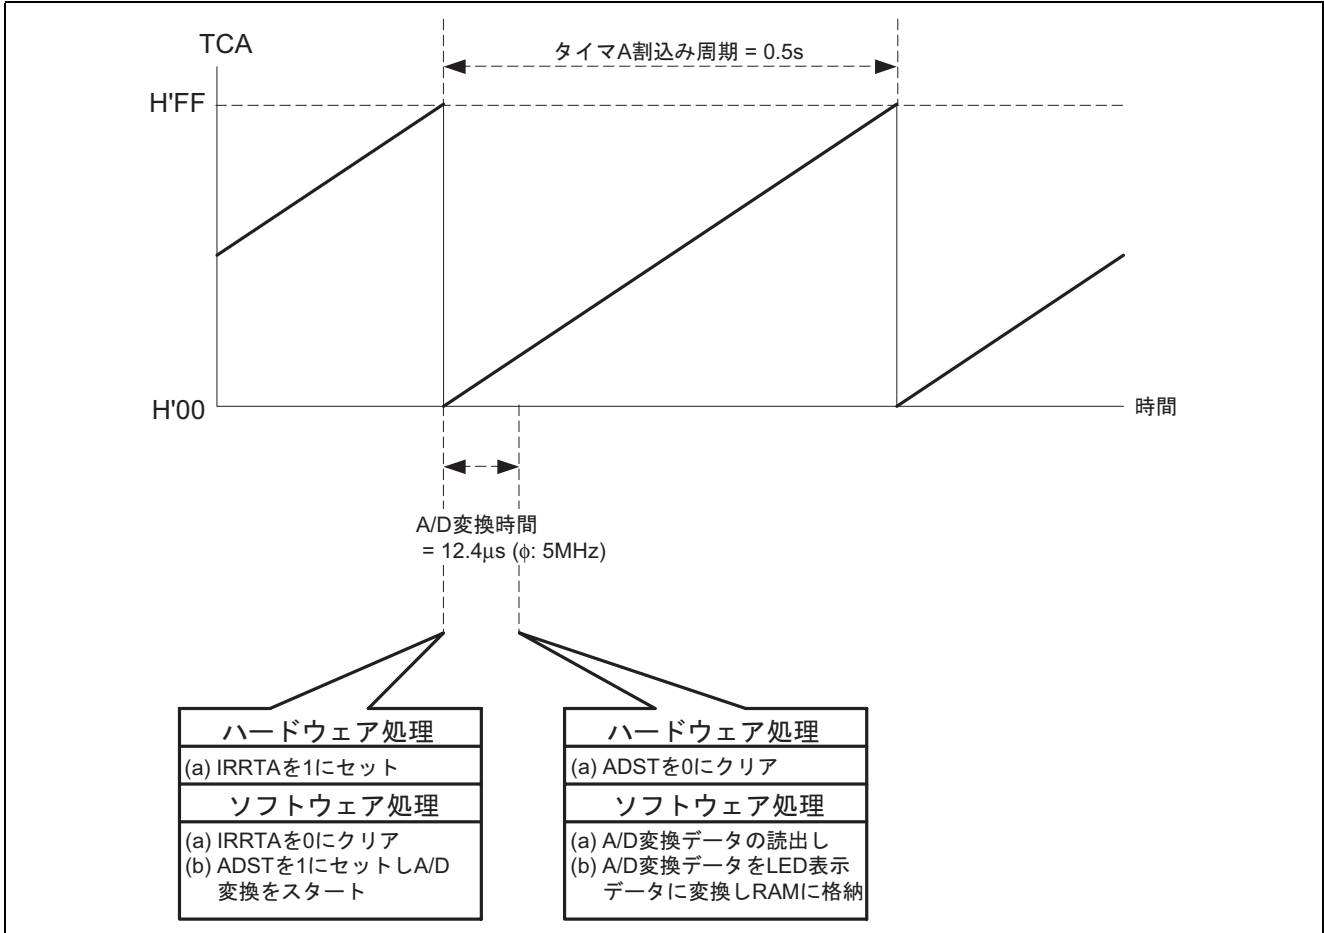

図 6 タイマ A を使用した AN3 端子の A/D 変換の動作原理
(1) 図 6 にタイマ A を使用した、AN3 端子の A/D 変換を行う際の動作原理を示します。図 6 に示すように、本タスク例では、A/D 変換割込みを使用せずに tmra 割込み処理ルーチンの中で、A/D 変換終了判定を行っています。